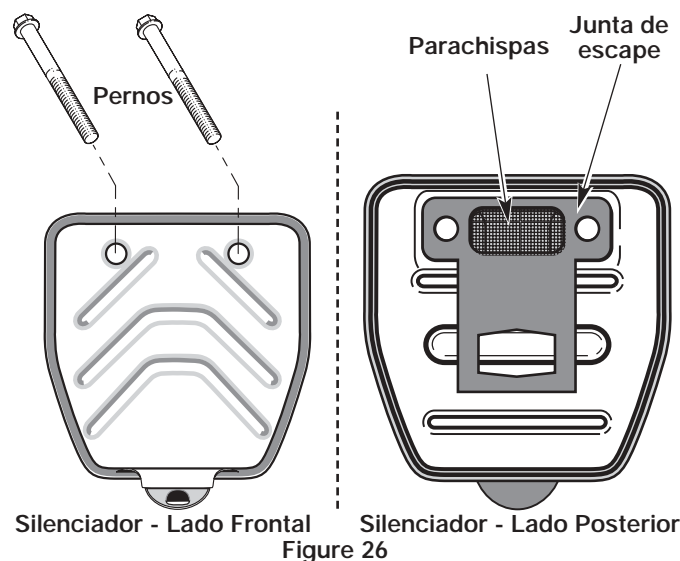

Figure 26
2. Ubique el frente del silenciador y los dos (2) pernos que lo sujetan al motor (Fig. 26). Quite los dos (2) pernos con un destornillador de punta plana, una llave de tubo de 8 mm (5/16 pulg.) o destornillador para tuercas. Hale el silenciador del motor.
3. Voltee el silenciador al lado posterior y ubique la junta de escape. Retire la junta de escape (Fig. 26).
7. Ponga la junta del silenciador contra el lado posterior del mismo. Alinee los orificios de los pernos de la junta del silenciador en el silenciador. Mientras sostiene la junta en su lugar, ponga los pernos en el lado frontal del silenciador (Fig. 26).